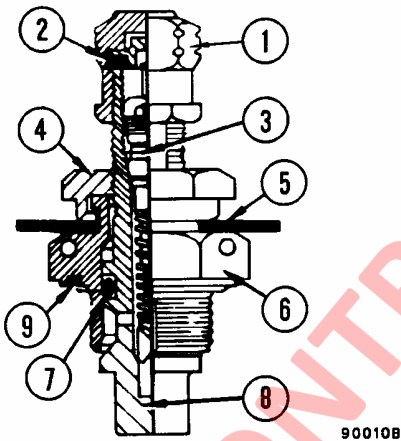

FIGURA 3-2. VALVULA DE CARGA
2. Retire la tapa de la válvula de carga (1, Figura 3-2), suelte la tuerca giratoria (4) (hexágono pequeño) en la válvula de carga, y gire tres vueltas completas a la izquierda para desasentar el sello de la válvula. Conecte el kit de carga.